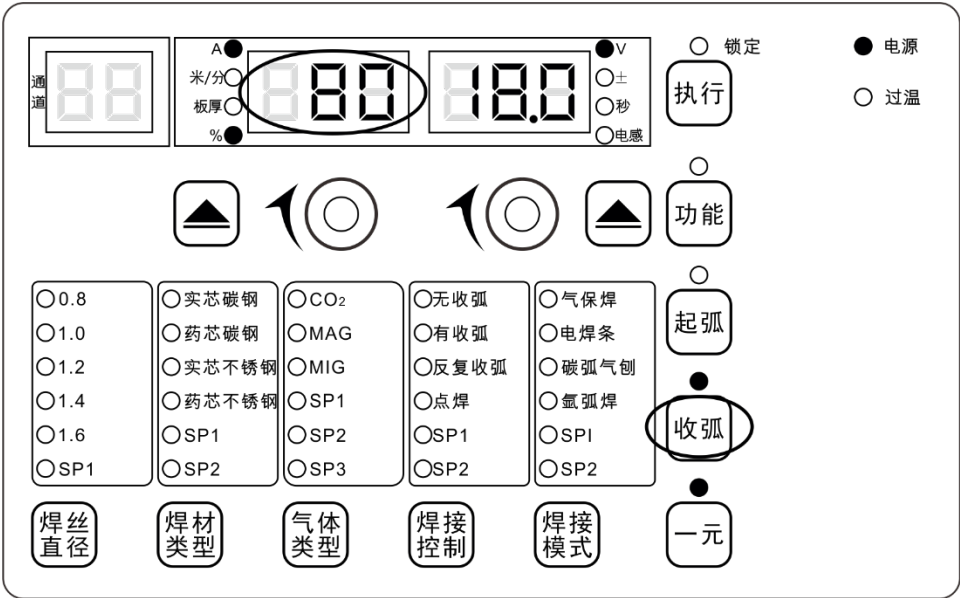

图3-11 专业版收弧参数百分比设置界面
1. 短按**收弧参数**键，LED 指示灯和“%”指示灯点亮，进入收弧参数设置，如图 3-11 所示；